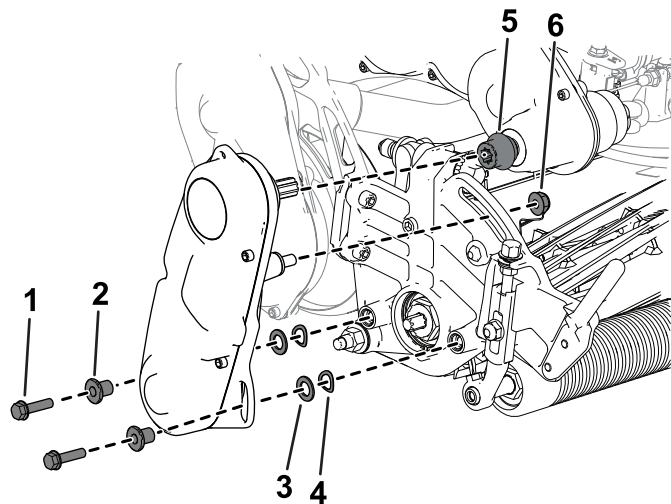

図 49
3. カッティングユニットからリール駆動アセンブリを外す 図 49 金具類は捨てないこと。